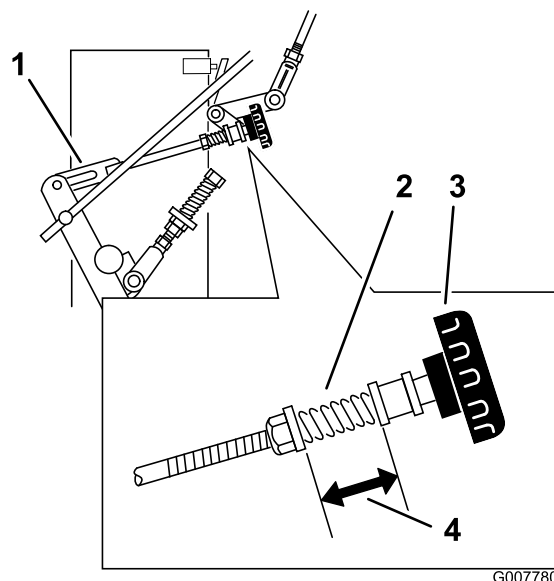

Bild 36
3. Stellen Sie das rechte Gestänge ein, indem Sie das Schnellspur-Handrad nach links drehen, bis sich der Reifen vorwärts dreht (Bild 36).
Fahrgeschwindigkeitshebel nach vorne und dann zurück auf Neutral. Wiederholen Sie diese Schritte, bis sich das rechte Rad nicht mehr vorwärts dreht (Bild 36).
6. Die Feder, die das Handrad spannt, muss normalerweise nicht eingestellt werden. Wenn eine Einstellung notwendig ist, stellen Sie die Länge der Feder zwischen den Scheiben auf 26 mm ein (Bild 36).
7. Drehen Sie die Mutter vorne an der Feder, um die Federlänge einzustellen (Bild 36).